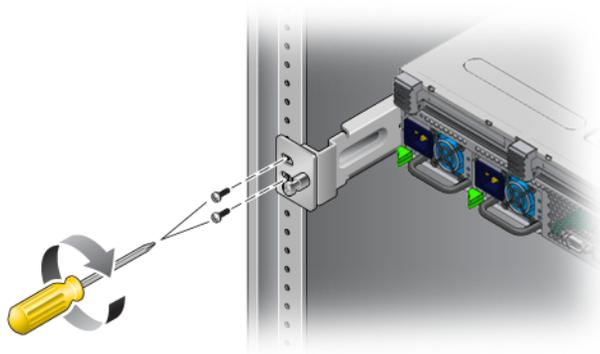

ABBILDUNG 3-5 Befestigen der Serverrückseite am Rack
9. Befestigen Sie die rückwärtigen Haltebügel mit je zwei Schrauben an der Rückseite des Racks (ABBILDUNG 3-5).